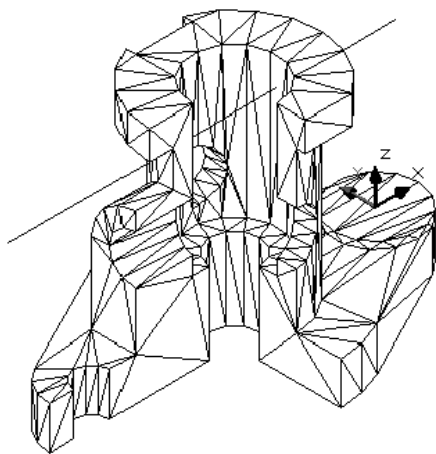

图 7-98
(46)直接在命令行中键入“UCS”，移动当前用户坐标系到如图 7-98 所示的地方：